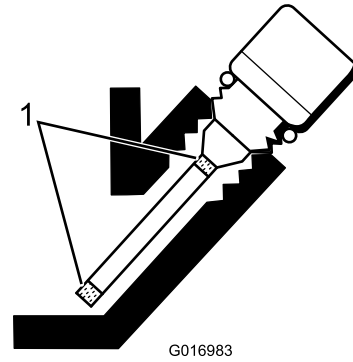

图24
5. 如果油位较低请添加足够的机油使油位升到量油尺上的开口标记之间图24。